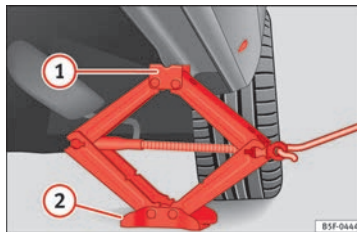

Fig. 74 Larguero: colocación del gato del vehículo.
- Gire la manivela del gato*, situado bajo el punto de apoyo del larguero, para elevarlo hasta que la pestaña ① » » » fig. 74 quede situada bajo el alojamiento previsto.
- Alinee el gato* de modo que la pestaña ① “agarre” en el alojamiento previsto del larguero y la placa base móvil ② quede apoyada en el suelo. La placa base ② debe caer en la vertical respecto al punto de apoyo ①.